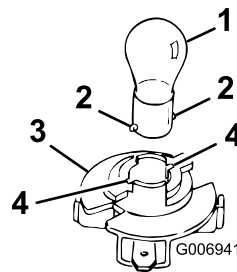

Figura 42
3. Ruotate il portalampada di 1/4 di giro in senso orario e toglietelo dal riflettore (Figura 42).
4. Premete la lampada e giratela in senso antiorario finché non si ferma (circa 1/4 di giro), quindi toglietela dal portalampada (Figura 42).
2. Inserite la base nel portalampada (Figura 42).